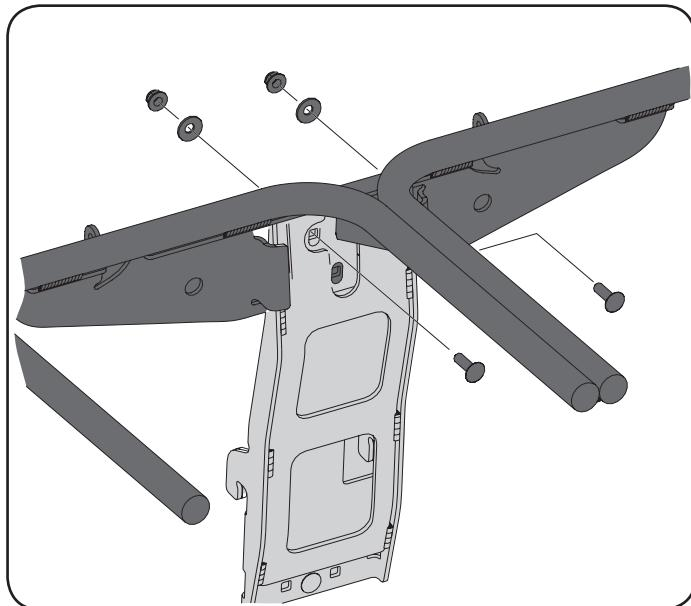

Figure 12
4. Installez l'ensemble de support de l'ensacheuse sur le support de fixation droit au moyen de deux boulons de carrosserie (710-0276) de deux rondelles (736-0242) et de deux écrous (712-04063). Consultez la Figure 12.